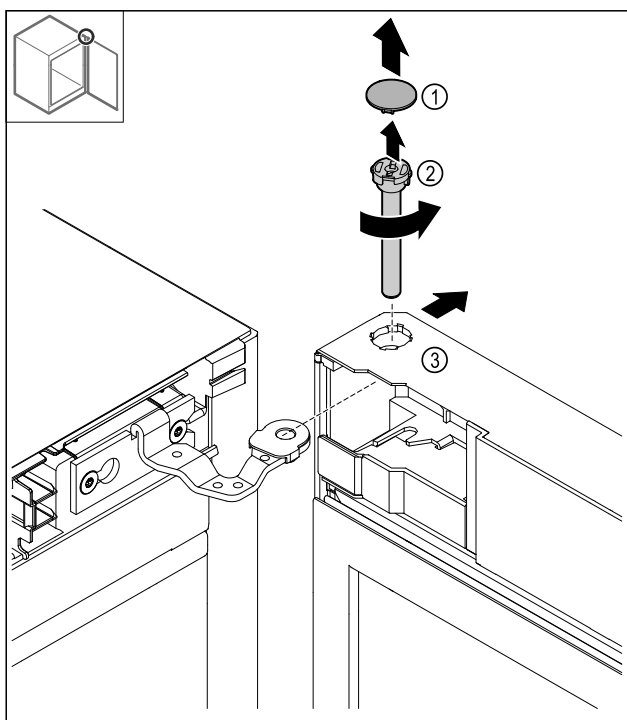

Fig. 18
- ▶ Desmontar la cubierta Fig. 18 (1).
- ▶ Aflojar el perno Fig. 18 (2) en sentido antihorario y extraerlo.
- ▶ Inclinar la puerta Fig. 18 (3) ligeramente.